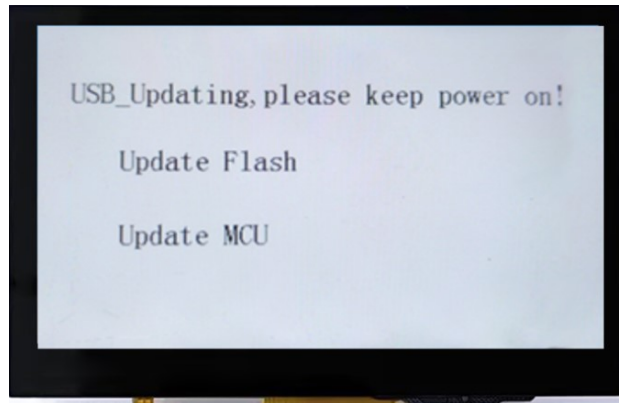

图 2-10: LT168B bootloader 模式示意图
2、通过 USB 线连接电脑和串口屏上电后，屏幕会进入的 bootloader 模式如前面图 2-10 所示。LT168B 的 bootloader 模式显示更新 Flash 与 MCU_Code 更新状态，打开专用烧录 LT168B 的 **LT_Uart_GUI** 软件。点击 InputFile 添加需要烧录的工程文件，选择对应的端口，需确保 **BaudRate 为 115200**，再点击 OpenComm 打开端口连接。BaudRate 若不是 115200 则无法连接，建立连接后软件自动将下载速度调整至 921600。
2、通过 USB 线连接电脑和串口屏上电后, 屏幕会进入的 bootloader 模式如前面图 2-10 所示。LT168B 的 bootloader 模式显示更新 Flash 与 MCU_Code 更新状态。打开专用烧录 LT168B 的 LT_Uart_GUI 软件。点击 Input File 添加需要烧录的工程文件, 选择对应的端口, 再点击 Open Comm 打开端口。
2、通过 USB 线连接电脑和串口屏上电后，屏幕会进入的 bootloader 模式如前面图 2-10 所示。LT168B 的 bootloader 模式显示更新 Flash 与 MCU_Code 更新状态。打开专用烧录 LT168B 的 LT_Uart_GUI 软件。点击 InputFile 添加需要烧录的工程文件，选择对应的端口，**需确保 BaudRate 为 115200**，再点击 OpenComm 打开端口连接。BaudRate 若不是 115200 则无法连接，建立连接后软件自动将下载速度调整至 921600。